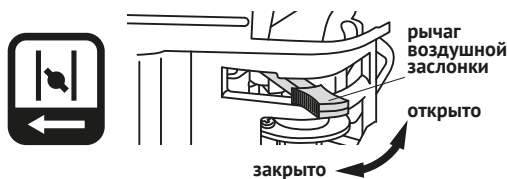

Рис. 7
Рычаг воздушной заслонки (рис. 7) открывает и закрывает воздушную заслонку карбюратора. Когда рычаг находится в положении «ЗАКРЫТО», происходит обогащение горючей смеси для пуска холодного двигателя. Положение «ОТКРЫТО», используется для работы двигателя после пуска и для повторного пуска разогретого двигателя.
2. Для пуска холодного двигателя установите рычаг воздушной заслонки (рис. 7) в положение «ЗАКРЫТО». Для повторного запуска прогретого двигателя оставьте рычаг воздушной заслонки в положении «ОТКРЫТО».